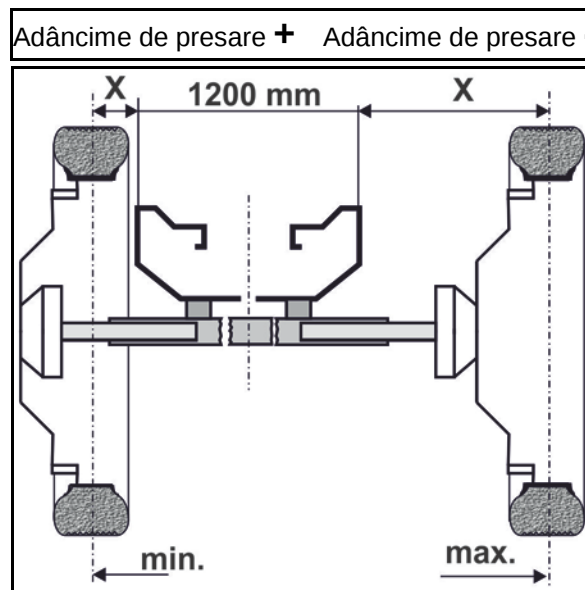

Fig. 119
4. Desfaceți șuruburile de prindere (Fig. 119/1) lösen.